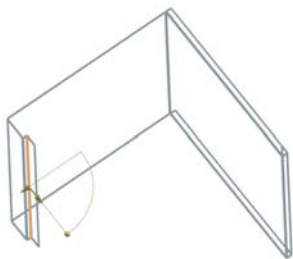

图 11-20 预览显示所创建的弯边
(13) 在“弯边”对话框中, 设置“宽度选项”为“完整”, “长度”为 20, “角度”为 90, “参考长度”为“外部”, “内嵌”为“材料外侧”, 在“折弯止裂口”和“拐角止裂口”下拉列表框中选择“无”。选择弯边, 同时在视图区预览显示所创建的弯边, 如图 11-20 所示。